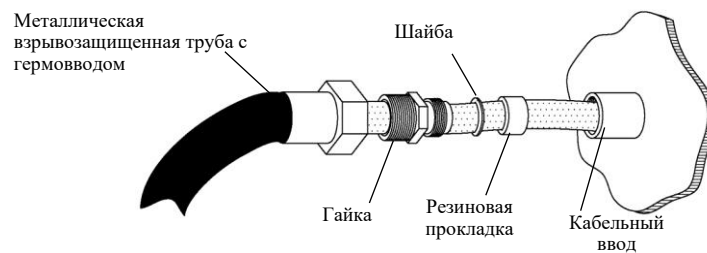

Рис. 3.3.3- Проход кабеля через гермоввод
5. Провести кабеля через гермовводы согласно рис. 3.3.3, не затягивая при этом гайки.